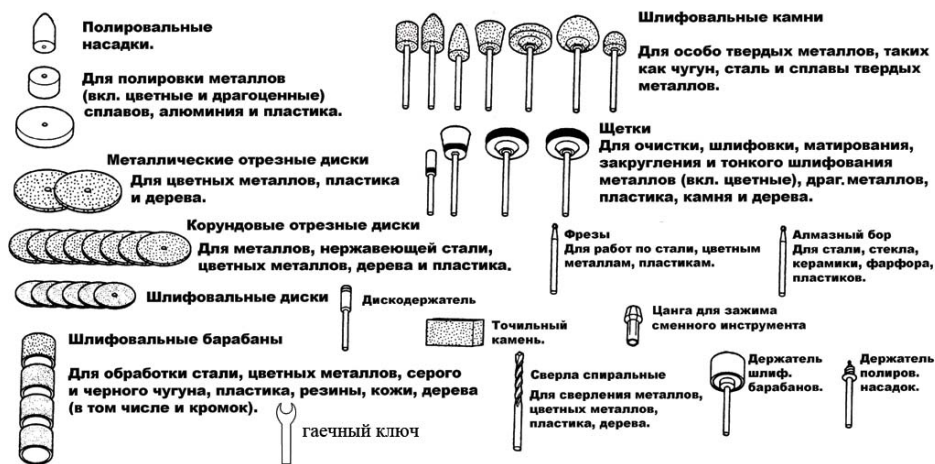

рис. 2
4.2 Набор аксессуаров для гравёра представлена рис. 2